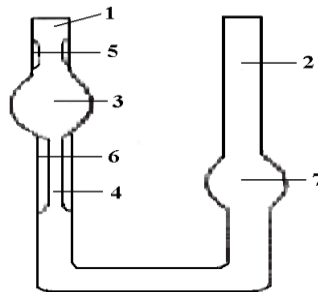

Рис. 15.2. Капілярний віскозиметр Оствальда:
Роботу виконують на віскозиметрі Оствальда (рис. 15.2). Віскозиметр має сполучені скляні трубки (1) і (2). Трубка (1) має розширення (3), що переходить у капіляр (4). Досліджувана рідина під